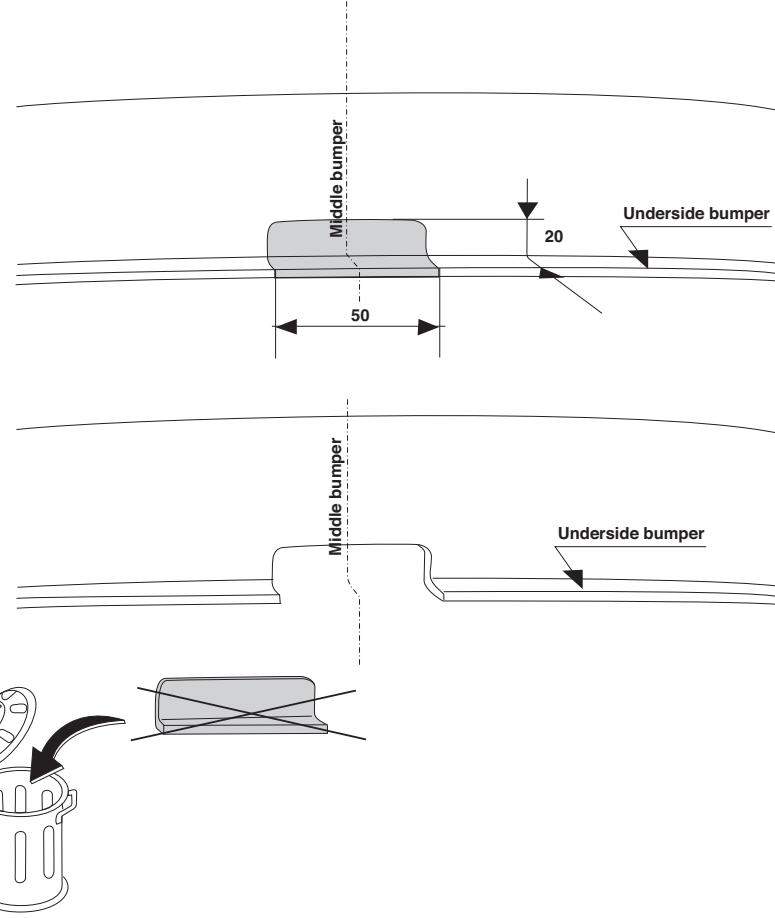

Fig. 2
7. For Caddy 2004-2008 vehicles, the following applies: Saw a section out of the middle of the underside of the bumper as shown in fig.2.
7. **Für Caddy 2004-2008 Fahrzeuge gilt:** Auf der Unterseite der Stoßstange einen Teil aus der Mitte gemäß Abbildung 2 herausschneiden.